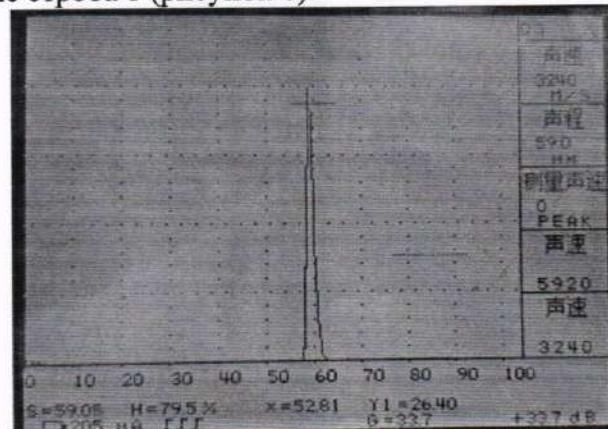

Рисунок 8
10.3.1.1.4 Нажмите кнопку «Измерение» и энкодером «С» установите началом отсчёта «0». Энкодером «В» установите видимую область 100 мм. Нажмите кнопку «Стробы», выберите режим «строб 1», энкодерами «А», «В», «С» установите строб 1 так, чтобы он перекрывал верхнюю часть эхосигнала. Нажать кнопку «APU», при необходимости скорректировать положение строба 1 (рисунок 8).